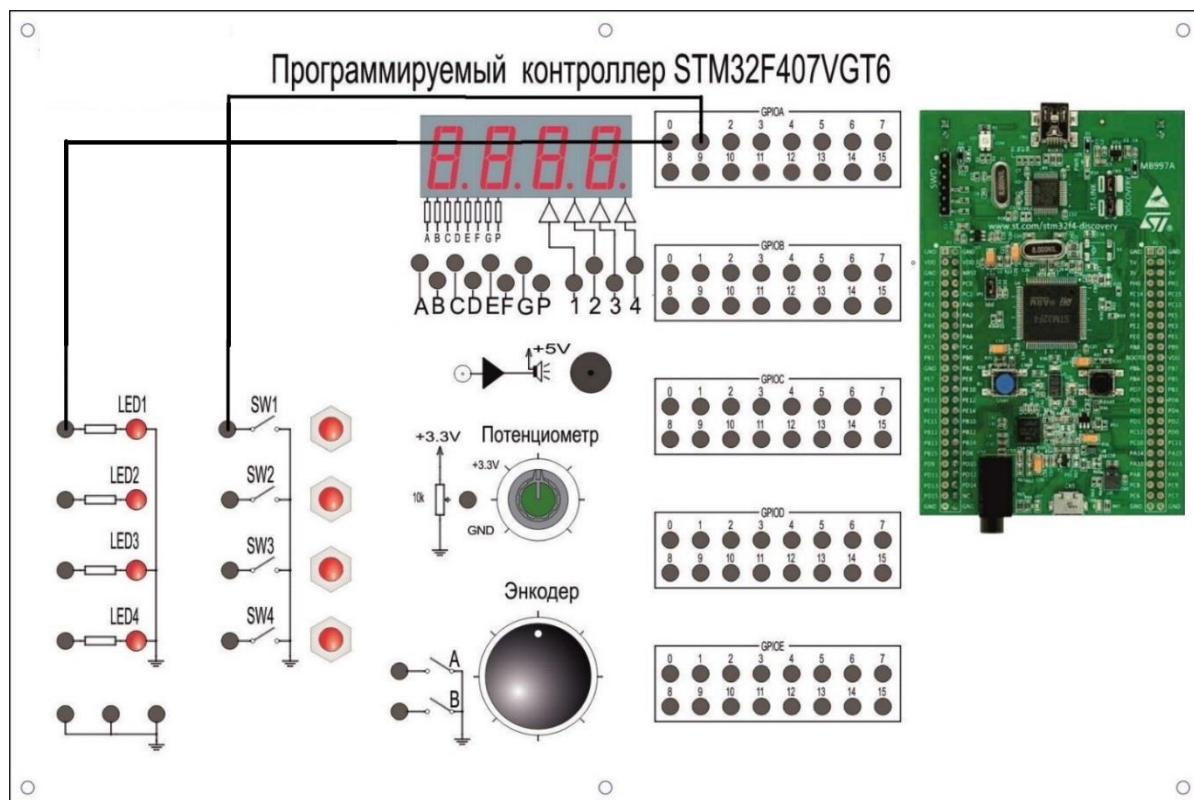

Рисунок 41. Схема соединений
5. Изучите схему, представленную на рис. 41.